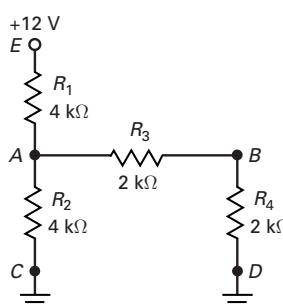

Figura 1-22 Verificação de defeitos
- 1-35** Usando a Figura 1-22 e a respectiva tabela de defeitos, encontre os defeitos do circuito para as condições de 1 a 8. Os defeitos são para resistores abertos, resistores em curtos, terra aberto ou sem tensão de alimentação.